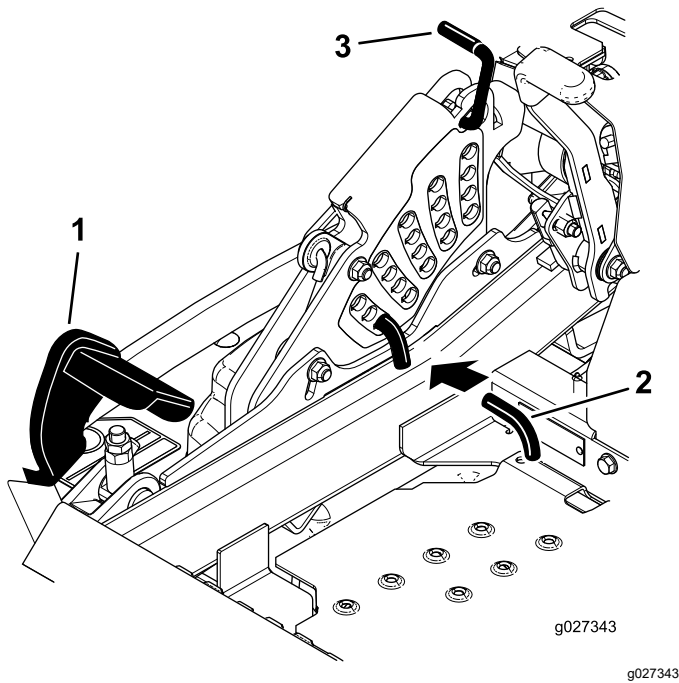

Figura 112
5. Empuje el pedal de elevación de la carcasa hacia delante del todo y hasta que la carcasa se enganche en la posición de transporte de 14 cm (Figura 112).